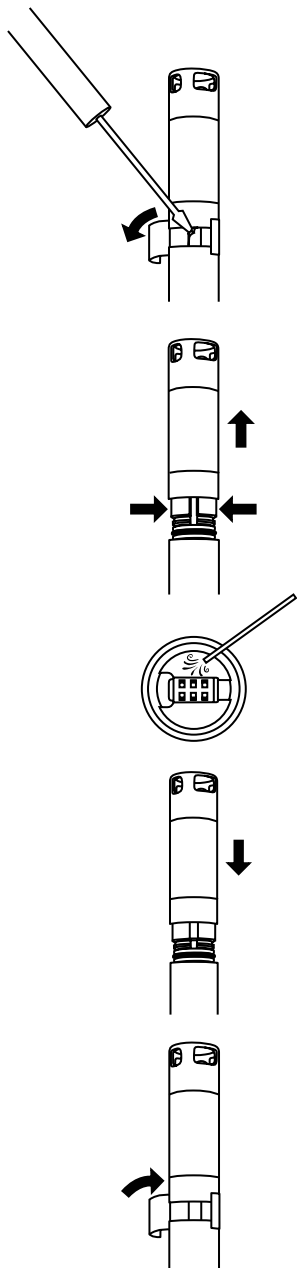

Figura 81 Substituição do módulo do sensor
1. Descole e descarte o autocolante que cobre a junção da estrutura do sensor e do módulo (Figura 81).